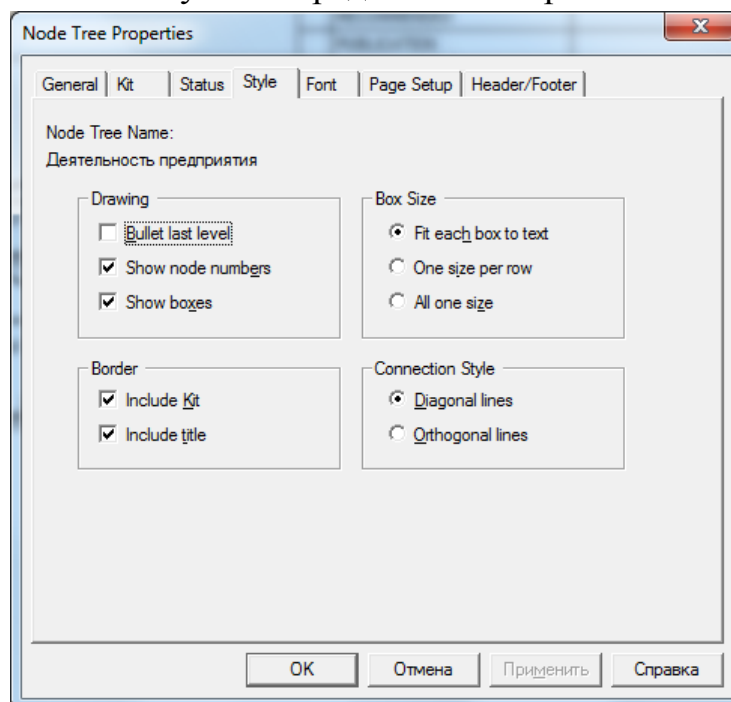
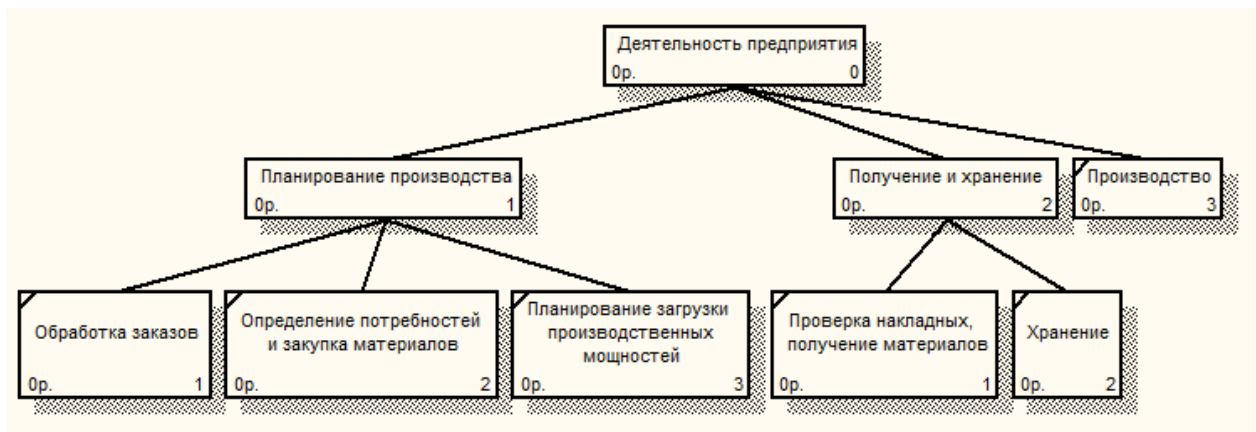

Рис. 28. Диалоговое окно *Node Tree Properties* (Свойства дерева узлов)
Рис. 29. Диаграмма дерева узлов
5. В окне *Node Tree Properties* (Свойства дерева узлов) на вкладке *Style* (Стиль) (рис. 28) уберите галочку в поле *Bullet last level* (Маркер последнего уровня) и нажмите *OK*. Результат представлен на рис. 29.